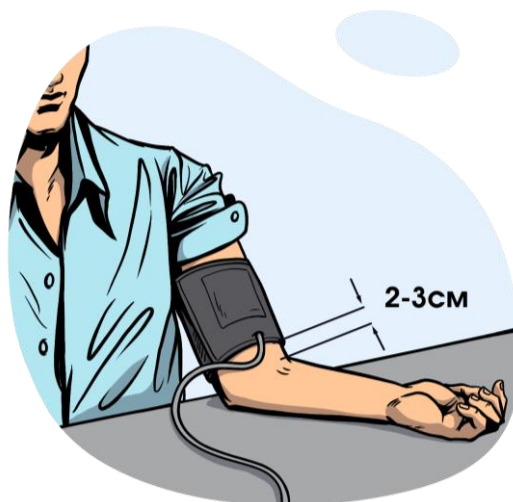

Рис. 30 Расположение манжеты на плече
3. Расположите манжету на плече на 2-3 см выше локтевого сгиба (рис. 30), трубка манжеты должна находиться на средней линии внутренней стороны руки.